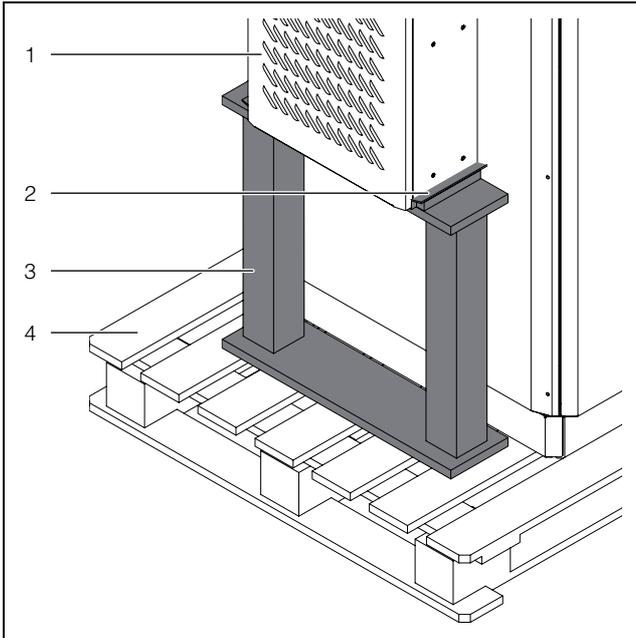
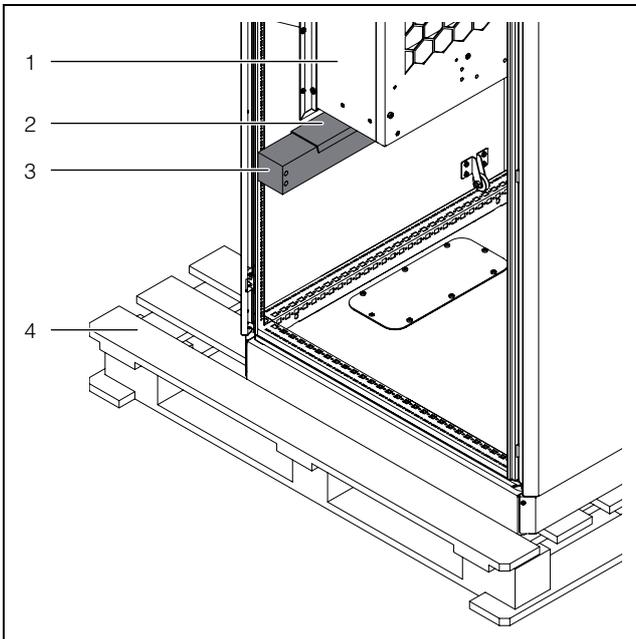

Fig. 4: Accessori di fissaggio per il trasporto, montaggio sporgente
Fig. 5: Accessori di fissaggio per il trasporto, esterno
- Per il trasporto degli apparecchi già montati negli armadi utilizzare supporti di bloccaggio idonei (ad esempio una struttura di sostegno costituita da travetti di legno o tavole – fig. 4 e fig. 5). Questi elementi sostengono il condizionatore e ne impediscono eventuali cedimenti in caso di urto. Per evitare l'abrasione della vernice, disporre un foglio pluriball tra le assi in legno del pallet e il condizionatore.